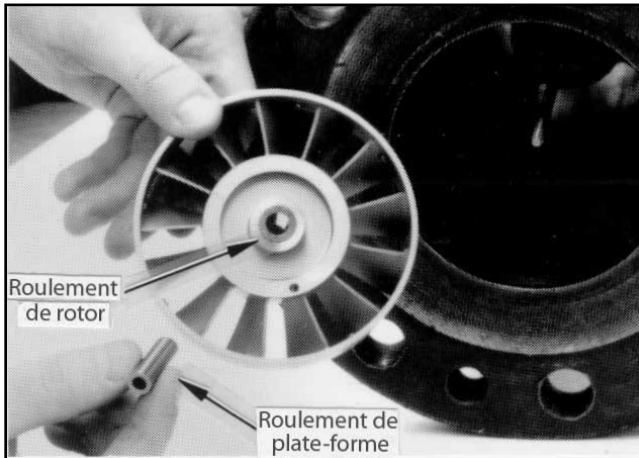

Figure 11
10. Enlever le rotor et les roulements de plate-forme, figure 11, en prenant bien soin de ne pas laisser tomber le roulement de plate-forme du rotor car, en raison de la friabilité du roulement, celui-ci pourrait être gravement endommagé en cas de chute. Vérifier que la surface externe du roulement ne présente aucune rainure, fêlure, rugosité, ni craquelure, ni aucune craquelure sur les surfaces finales. Lors de l'enlèvement du rotor du débitmètre à turbine bidirectionnel, il est nécessaire d'enlever l'anneau de déflexion aval. Enlever la vis de fixation et faire glisser l'anneau. Une fois réinséré, l'anneau doit être replacé exactement dans sa position précédente étant donné que ce dernier positionne correctement le stator aval par rapport au stator